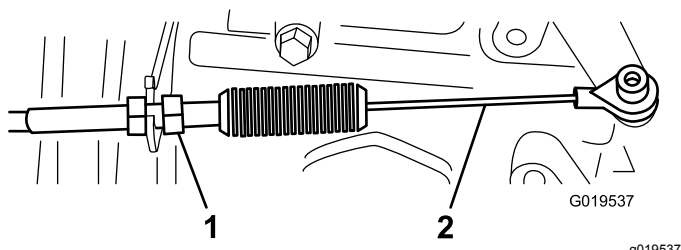
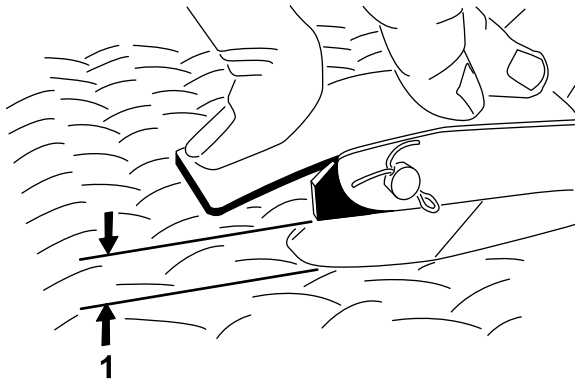

図 62
図 63
2. アクセルペダルの中央部を 11.3 kg の力で踏んだときに、ペダルと床のすきまが 2.54-6.35 mm となるようにアクセルケーブル **図 62** のボールジョイントを調整する **図 63**。
3. ロックナットを締めつける **図 62**。